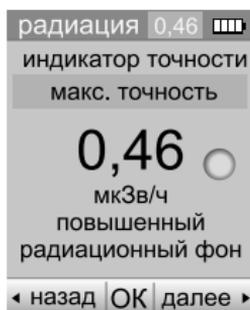

Рис. 23
2) Повышенный радиационный фон. Нахождение в зоне с таким фоном не должно превышать 30 минут (рис. 23).